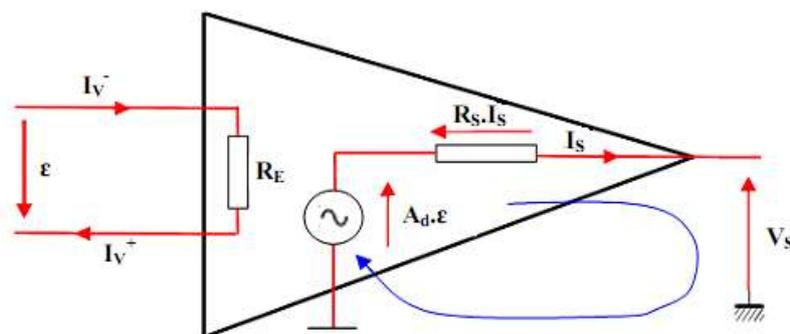

Figure 8.5 : Schéma équivalent interne d’un amplificateur opérationnel.
Au niveau de cette représentation (Figure 8.5) on peut distinguer le gain, ainsi que les impédances d’entrée et de sortie. Vue de son entrée, l’AOP est équivalent à une impédance d’entrée (RE). Vue de sa sortie, il peut être représenté par un générateur équivalent de Thévenin.